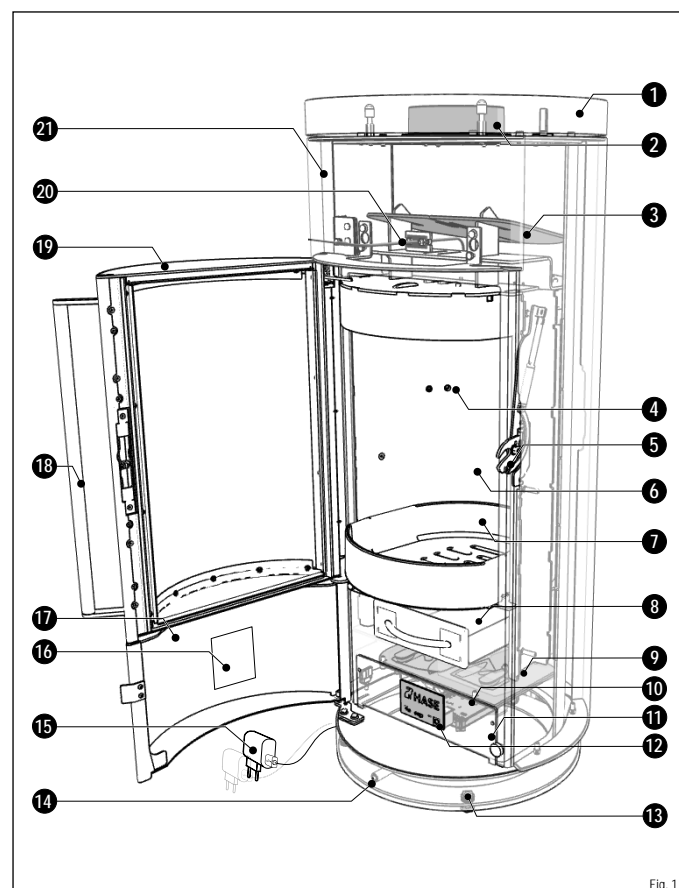

Fig. 1
- Le revêtement du foyer (Fig. 1, point 6) est constitué de vermiculite (minéral réfractaire).
- La porte du foyer (Fig. 1, pos. 19) du poêle est à fermeture automatique, c'est-à-dire que la porte du foyer doit être maintenue par la poignée de la porte du foyer (Fig. 1, pos. 18) lors de son ouverture (par exemple, pour ajouter du combustible).
- Lorsque la poignée de la porte du foyer est relâchée, elle tombe dans le loquet de la porte (Fig. 1, point 5) et ferme automatiquement le foyer de manière étanche.
- La technologie iQ (Fig. 1, points 9 - 10 ; 12 ; 14 ; 20) régule automatiquement le réglage optimal de l'air de combustion et la température du foyer afin de garantir une combustion complète et peu polluante.
- Le poêle se compose d'un corps en acier (Fig. 1, point 21) et, selon le modèle, peut être équipé d'un revêtement en acier, en céramique ou en pierre naturelle pour augmenter l'accumulation de chaleur.
- Le poêle peut être aligné à l'aide des pieds de réglage (Fig. 1, pos. 13) afin de compenser les irrégularités de la surface d'installation.
- Le bac à cendres (Fig. 1, pos. 8) sert de collecteur de cendres et doit être vidé régulièrement. (voir chapitre « 7.3.3 Nettoyer le bac à cendres et la grille du foyer »)
- La porte de service (image 1, pos. 17) permet d'accéder aux éléments de commande du bac à cendres et du panneau de commande.
- La régulation peut être activée et désactivée via le panneau de commande (Fig. 1, pos. 12).
- La plaque signalétique (Fig. 1, pos. 16) est située à l'intérieur de la porte de service.
- La fiche d'alimentation et le câble USB-C (Fig. 1, pos. 15) permettent de connecter la technologie iQ au secteur.